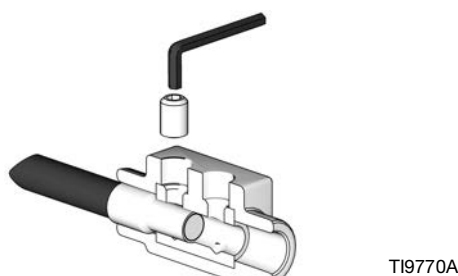
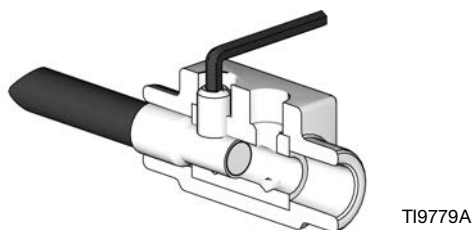

FIG. 8: Insertar cable y tornillo de fijación
FIG. 9: Apretar el tornillo de fijación
- a. Inserte un cable de la manguera calefactada en el conector. Asegúrese de que el casquillo coincida con el inserto del conector. Consulte la FIG. 8.
- c. Inserte el cable restante del par en el conector; asegúrese de insertarlo con la profundidad correcta. Enrosque el tornillo de fijación y apriete a 6,78 N•m (60 lb-pulg.); consulte el subpaso B. Consulte las FIG. 8 y FIG. 9.